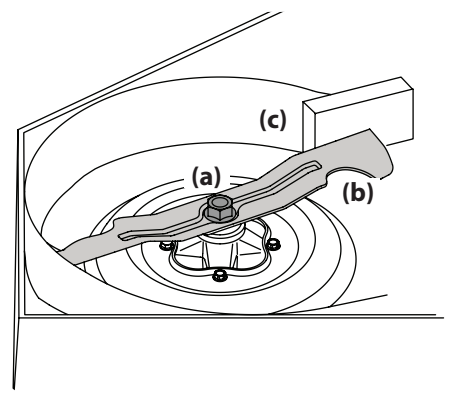

Figura 4-20
- Use una llave de 15/16" para sostener la tuerca hexagonal en la parte superior del conjunto del husillo cuando afloje la tuerca hexagonal (a) que fija la cuchilla (b). Se puede colocar un bloque de madera (c) entre el alojamiento de la plataforma y el borde de corte de la cuchilla (b) para ayudar a aflojar la tuerca hexagonal (a) que fija la cuchilla. Consulte Figura 4-20.